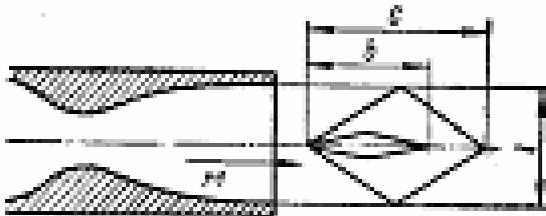

Рис. 2
7. Найти соотношение между шириной сверхзвуковой струи l , длиной модели тонкого тела b и числом M потока (рис.2), при котором будет корректной продувка модели. Условие корректности опыта. $b < c$.